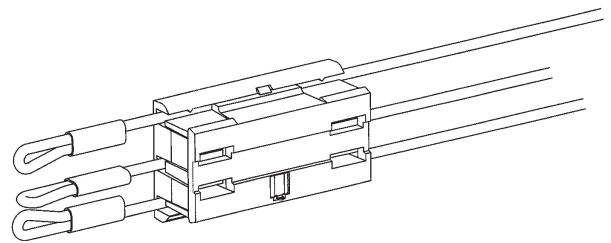

Fig. 9
- Cuando se unen, empalman o acoplan los haces de cableado PLUGTRAKMR dentro de una canaleta de aluminio PLUGTRAKMR o HBLALU2000, las uniones, empalmes o acoples no deben ocupar más del 75 % del espacio disponible en la canaleta. Ver la Fig. 9.